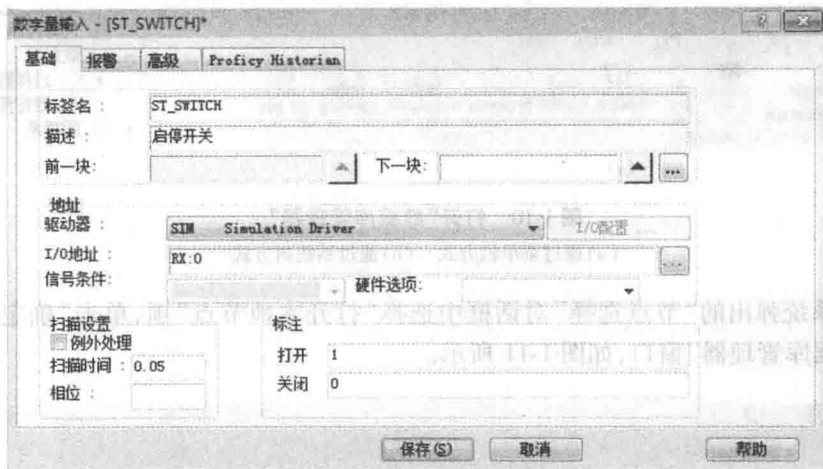

图 1-13 “数字量输入”对话框(“基础”选项卡)
(3)在“数字量输入”对话框“基础”选项卡中,输入标签名、描述、驱动器类型、I/O 地址等信息,如图 1-13 所示。